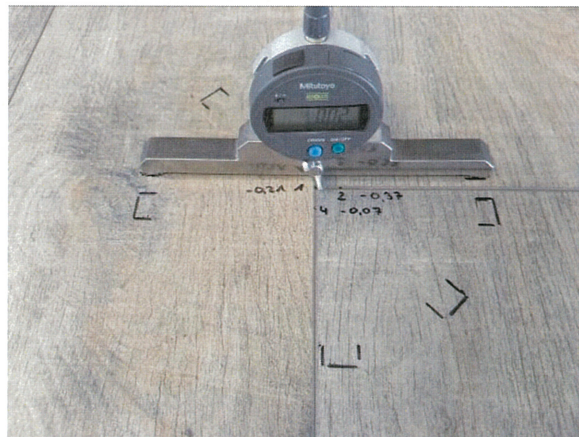

Abbildung 5: Beispiel der Markierungen der Standfüße des Messgeräts
**Hinweis:** Achten Sie darauf, dass die Standfüße des Messgeräts nicht auf einer Fuge stehen. Wenn Sie die Ausgangsmesswerte jeder Testposition erfassen, markieren Sie die Position der Füße, damit das Messgerät bei den Folgemessungen des Nassaufquellens und der Höhe nach Rücktrocknung (optional) an exakt derselben Stelle aufgestellt werden kann. Achten Sie darauf, dass das Messgerät bei nachfolgenden Messungen genau an den markierten Positionen aufgestellt wird. Vergewissern Sie sich, dass die Füße des Messgeräts flach auf der Oberfläche aufliegen, wenn die Testpositionen gemessen werden. Siehe Abbildung 5.